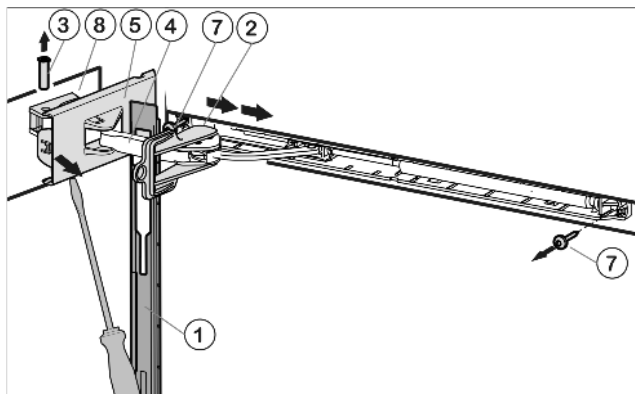

Fig. 5
- Pousser le panneau au-dessus de l'étrier de l'amortisseur Fig. 5 (4) vers l'avant, en direction de l'appareil.
- Encliqueter le dispositif d'arrêt Fig. 5 (2) dans le trou longitudinal.
- Détacher le cache Fig. 5 (5) côté charnière avec un tournevis jusqu'au premier encliquetage.
- Chasser le pivot Fig. 5 (3) par le bas.
- Pousser l'étrier de l'amortisseur Fig. 5 (4) direction porte.
- Défaire complètement le cache Fig. 5 (5) côté charnière et l'ôter.
- Ôter le panneau Fig. 5 (1).
- Dévisser l'unité d'amortissement de fermeture (2 Torx® 15) Fig. 5 (7).
- Dévisser l'élément pivotant Fig. 5 (8) et le placer tourné de 180° du côté opposé. Pointer les trous de vissage ou avoir recours à une visseuse sans fil.